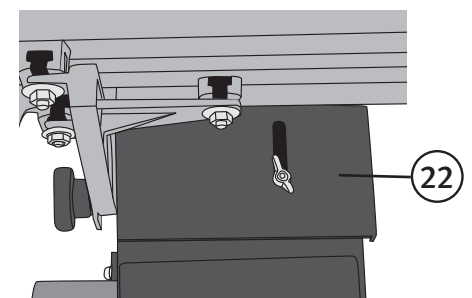

bild 11
7. Justera det rörliga skyddet ((22) på bild 11) så att det täcker slipbandet under slipbordet.